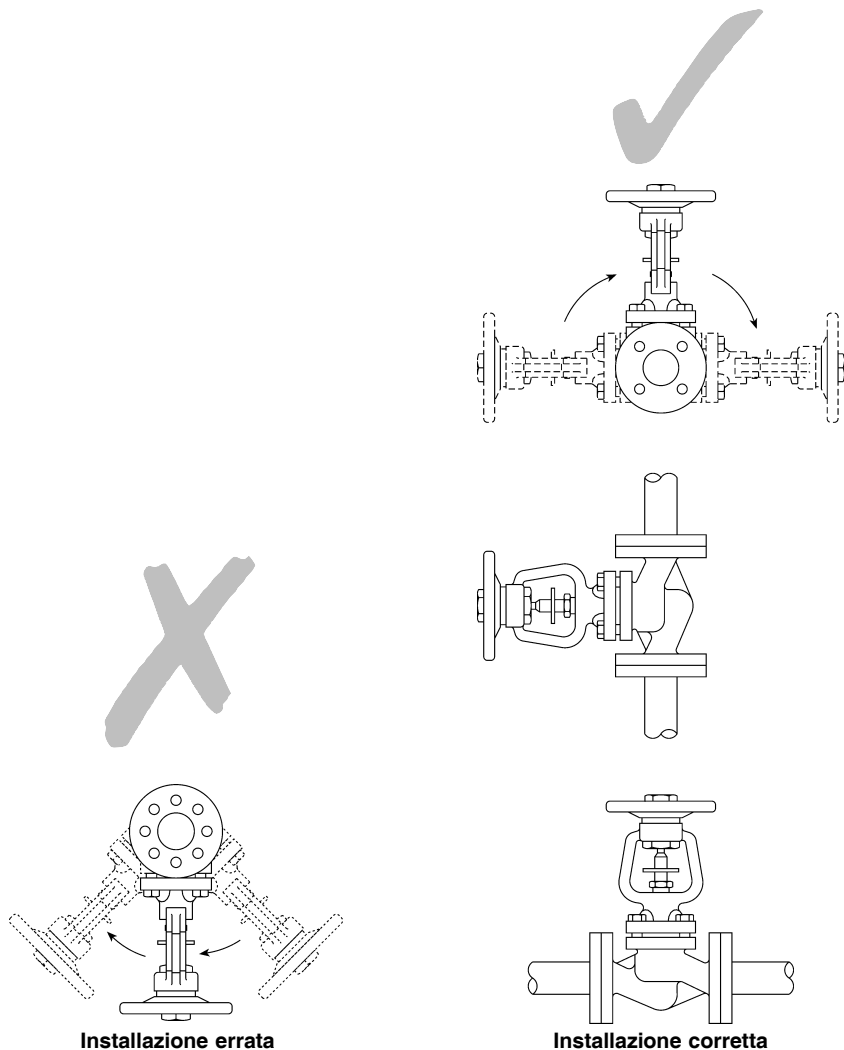

Fig. 7
- 3.3** Installare la valvola rispettando la direzione del flusso indicata sul corpo. La posizione da preferire è con lo stelo verticale e posto superiormente al corpo valvola. Sono comunque possibili posizioni intermedie tra il verticale e l'orizzontale come indicato a fig.7.